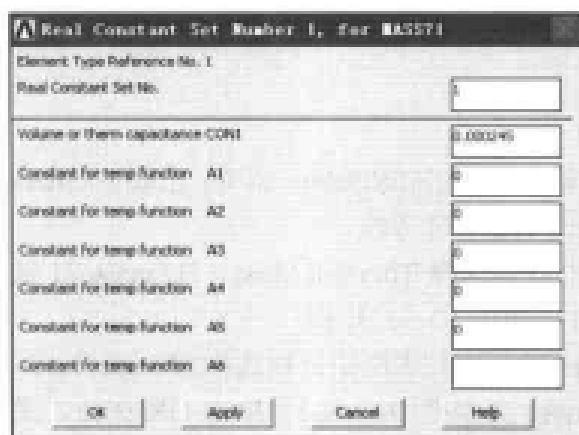

图 10-68 MASS71 单元实常数设置对话框
(5) 单击 Element Type 对话框上的 Close 按钮关闭该对话框。
(6) 选择 Main Menu | Preprocessor | Real Constants | Add/Edit/Delete 命令, 出现 Real Constants 对话框, 单击 Add 按钮, 出现 Element Type for R 对话框, 选择 Type 1 MASS71 选项, 单击 OK 按钮, 出现 Real Constant Set Number 1, for MASS71 对话框, 参照图 10-68 对其进行设置, 单击 OK 按钮关闭该对话框。